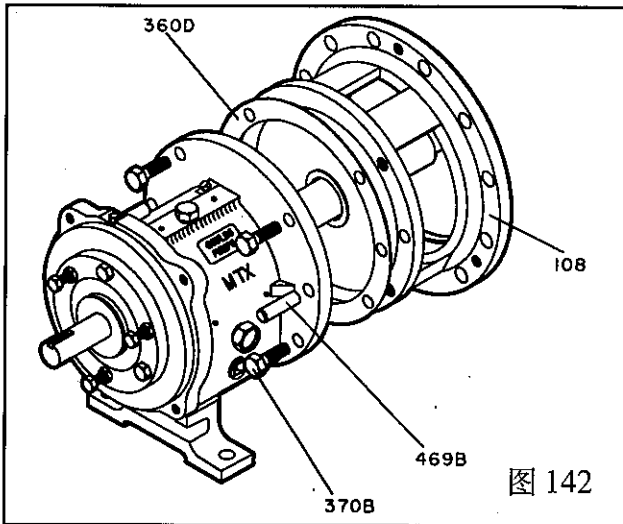

图 142
5. 将马尼拉纸垫片置于轴承箱(228A)内(图 142)。